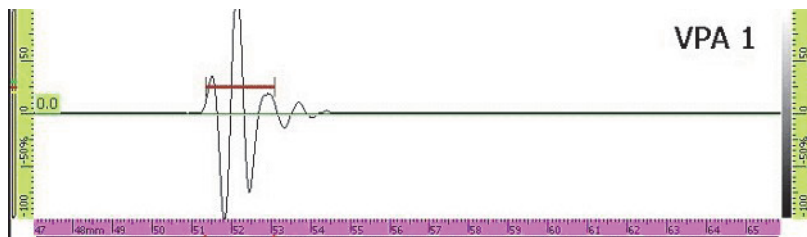

图 7-6 小球信号上的闸门 A
7. 使用 **起始**和**宽度**参数按钮，在信号上设置闸门 A，如第 195 页的图 7-6 所示。